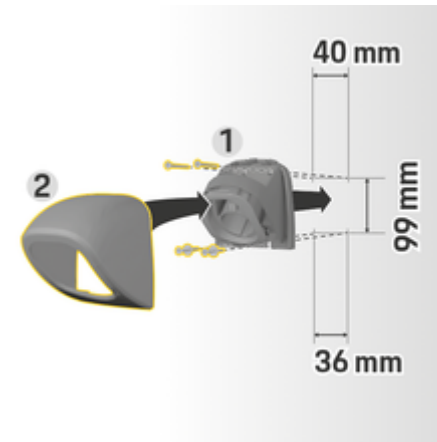

Fig. 5: Dimensões de perfuração
1. Remova o prendedor do conector 1 (Fig. 5) da tampa 2 (Fig. 5).
4. Parafuse o prendedor do conector 1 (Fig. 5) na parede.
5. Fixe a tampa 2 (Fig. 5) no prendedor do conector 1 (Fig. 5) pela parte de baixo e empurre para cima.